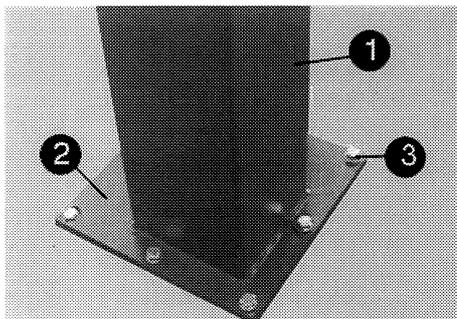

Bild 13: Verdübelung
- Löcher für die Dübelbefestigung durch die Bohrungen in den Grundplatten setzen. (**Bild 13**) Bohrlöcher durch Ausblasen mit Luft säubern. Sicherheitsdübel mit Scheiben in die Bohrungen einführen. Der Hersteller fordert Liebig Sicherheitsdübel Typ B 20 oder gleichwertige Dübel anderer Hersteller unter Beachtung deren Bestimmungen.. Vor dem Verdübeln der Hebebühne ist zu überprüfen, ob der Beton mit der Qualität B 25 bis zur Oberkante des Fertigfußbodens reicht. In diesem Falle ist die Dübellänge nach **Bild 20** zu ermitteln. Befindet sich ein Bodenbelag (Fliesen, Estrich) auf dem tragenden Beton, muß die Dicke dieses Belags ermittelt werden und die Dübellänge ist nach **Bild 21** auszuwählen.